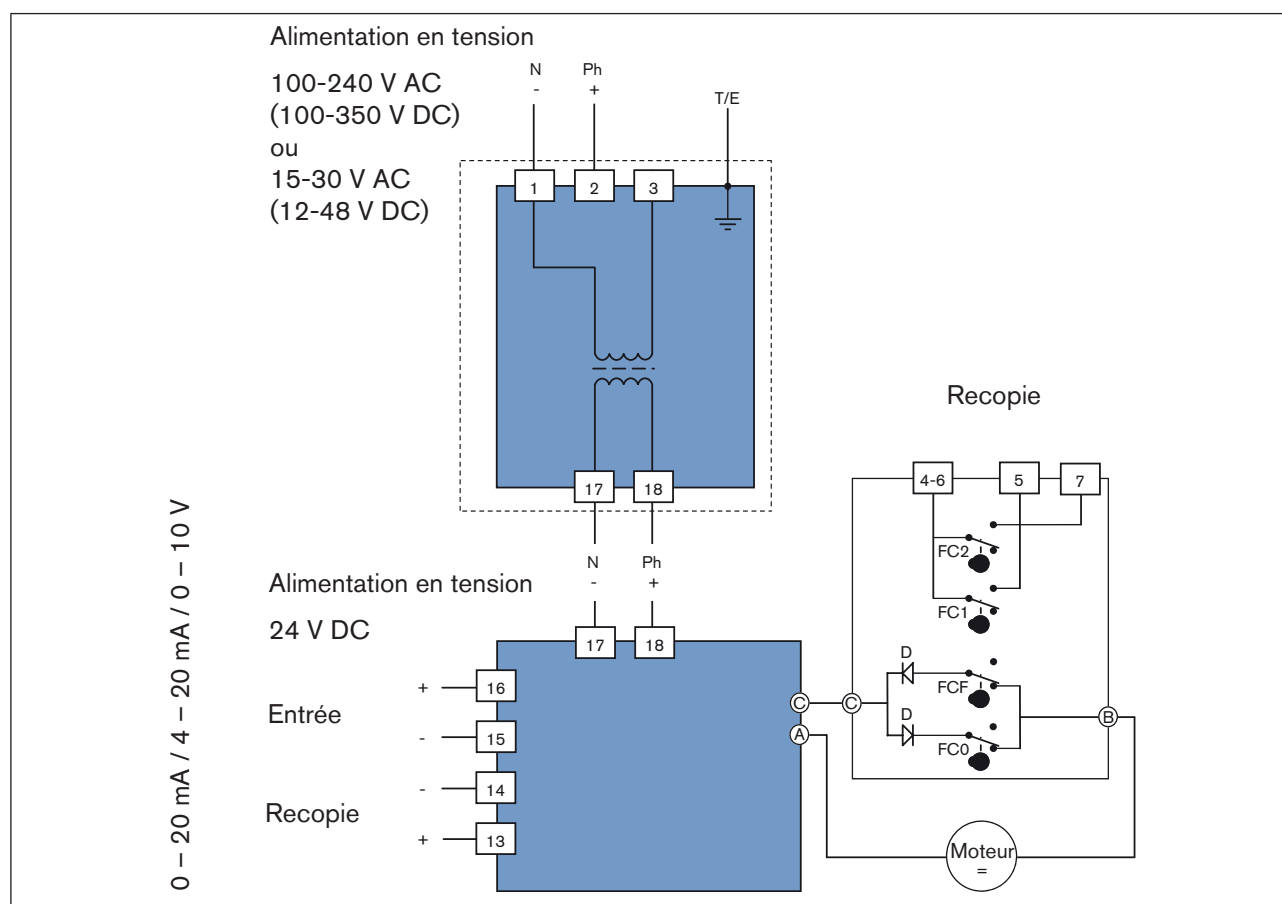

Figure 20 : Schéma électrique
- Raccordez le câble conformément au schéma électrique (voir « Figure 20 ») au bornier pos. 14 de la carte d'alimentation en tension (voir « Figure 1 » et « Figure 2 »).
→ Raccordez le câble au bornier 12 (voir « Figure 1 », page 90 et « Figure 2 », page 91) selon le schéma (voir « Figure 20 »).